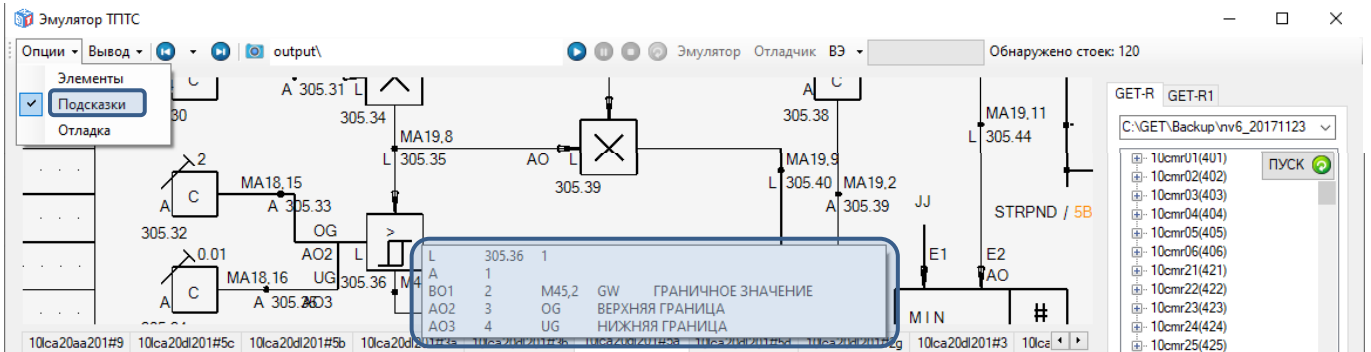

Рисунок 12 – Активация опции «Подсказки» и результат ее выполнения
7.3.3 Вывод внутренних настраиваемых параметров функциональных блоков осуществляется с помощью всплывающих подсказок на функциональном плане. Функцию можно активировать с помощью кнопки «Подсказки» в меню «Опции» на панели инструментов (см. рисунок 12).